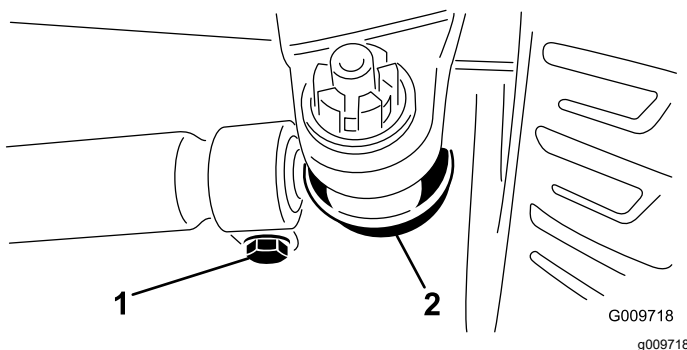

Bild 109
- Entfernen Sie den Splint und die Mutter von einem der Spurstangen-Kugelgelenke (**Bild 109**). Entfernen Sie das Spurstangen-Kugelgelenk vom Achsständer.
- Lockern Sie die Klemmen an beiden Enden der Spurstangen (**Bild 109**).